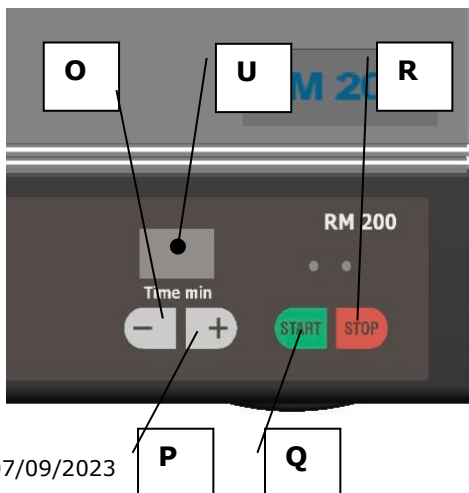

fig. 14
- Ajuster la durée de broyage désirée avec les touches + / - **O** et **P** - **fig. 14**.
- Appuyer sur la touche d'arrêt **R** - fig. 14.
Pré-broyage : fig. 14
Broyage fin : fig. 14